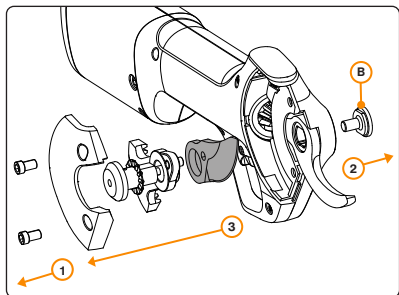

Figura 8. Schimbarea lamei de tăiere. Urmați succe-
două ori cele (2) șuruburi imbus de 4 mm (Figura 8,
4. **Deșurubați șurubul de montare a lamei.** (Figura 8
5. **Schimbați lama veche cu lama nouă.** (Figura 8